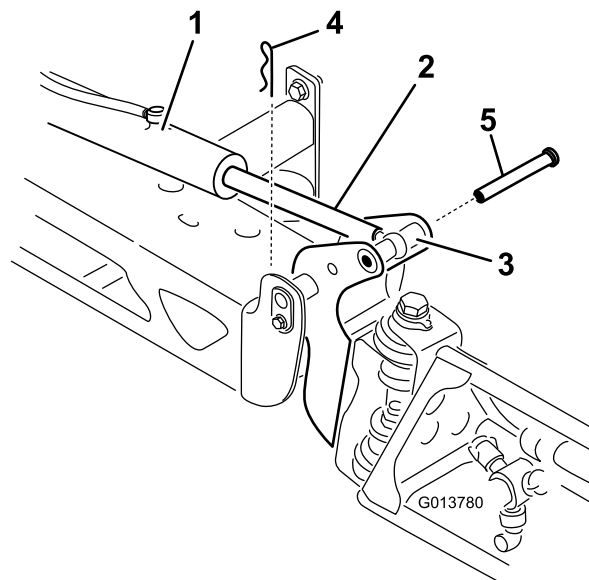

図 109
3. ブームを持ち上げて、ピンを外し 図 109、ブームをゆっくりと床面に降ろす。
2. ピボットピンからコッターピンを抜き取る 図 109。
9. ブームを支えながら、ブームのピボットとアクチュエータロッドにピンを通す (図 109)。